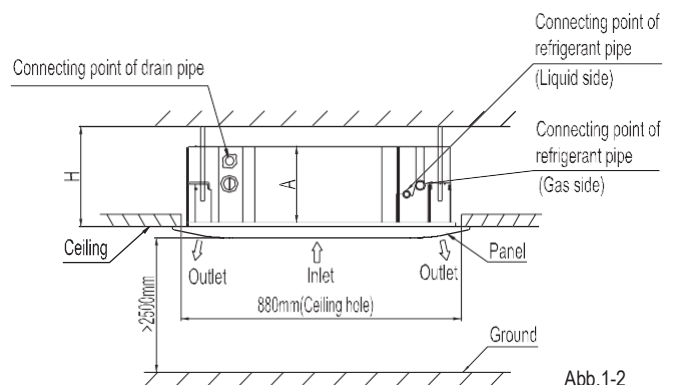

Abb. 1-2
- 1 Schneiden Sie eine quadratische Öffnung von 880x880mm in die Decke entsprechend der Form des Montage-Kartons. (siehe Abb. 1-2)